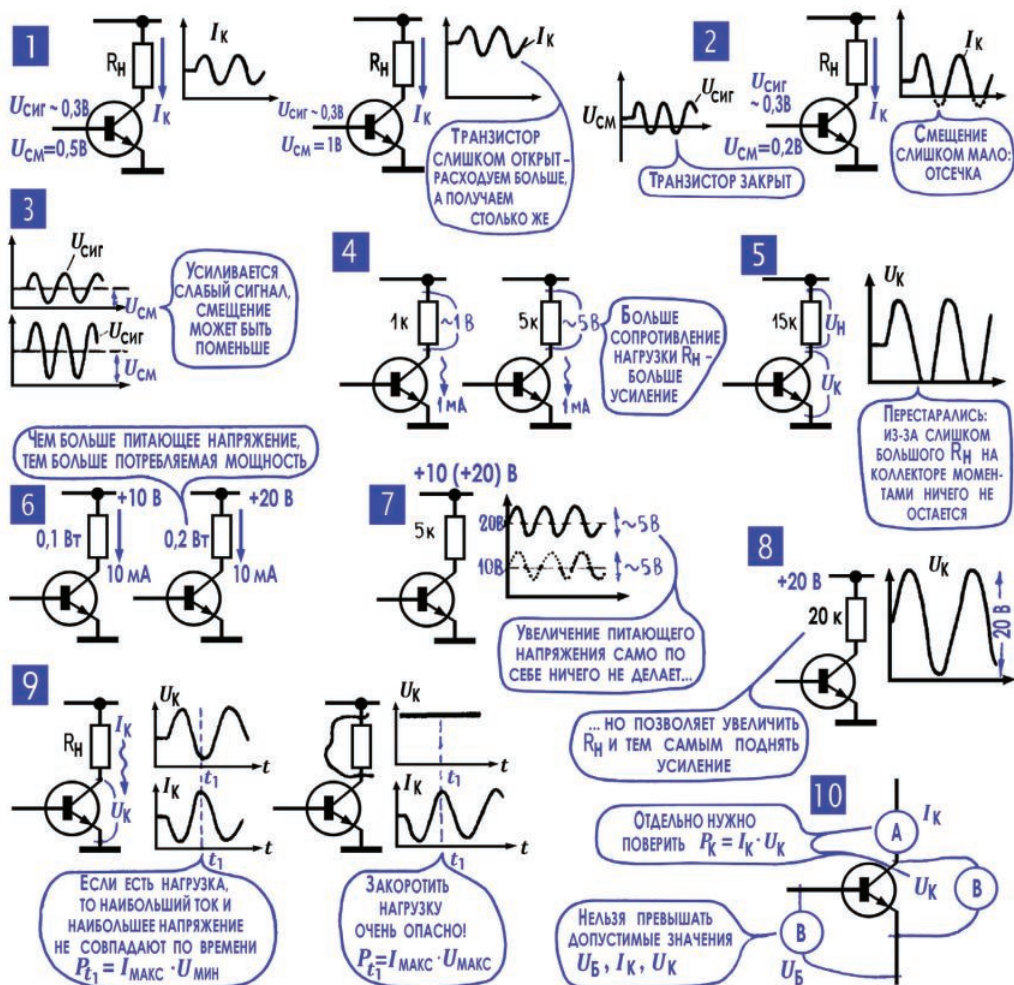
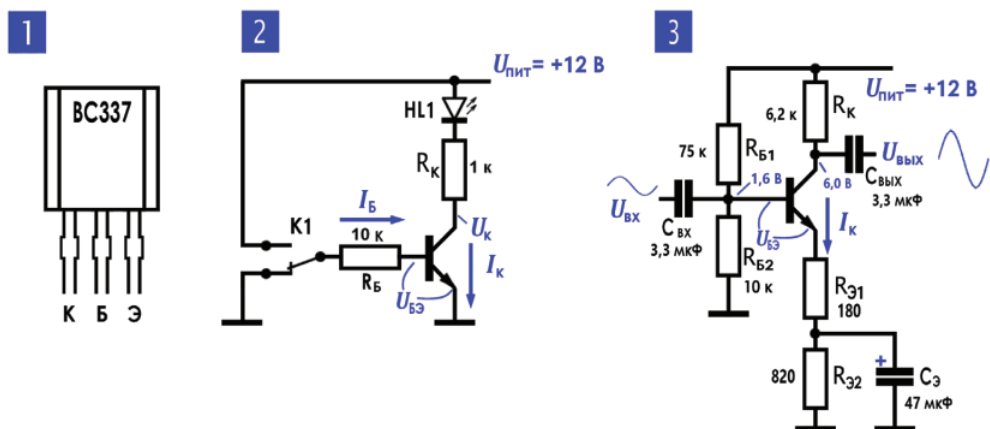

Рис. 10.12. Режимы транзистора в схеме усиления сигналов
Рис. 10.13. Усилительные свойства транзистора
**Соображение № 1.** Чем больше напряжение смещения на базе  $U_{см}$ , тем больше коллекторный ток, а значит, и мощность, потребляемая транзистором. Для экономного расходования коллекторной батареи смещение на базу следует делать поменьше (рис. 10.12; 1).
**Соображение № 2.** Слишком малое смещение может привести к искажениям: в какие-то моменты «минус» входного сигнала переключает «плюс» смещения, транзистор окажется запертым, произойдет отсечка коллекторного тока (рис. 10.12; 2).
**Соображение № 3.** Смещение на базу устанавливают с учетом уровня входного сигнала ( $U_{сиг}$ ): чем меньше этот сигнал, тем меньше можно открывать транзистор, экономя при этом энергию батареи (рис. 10.12; 3).
**Соображение № 4.** С увеличением сопротивления нагрузки растет переменное напряжение на ней, а значит, и мощность усиленного сигнала на выходе усилителя (рис. 10.12; 4).
**Соображение № 5.** Но при слишком большом сопротивлении нагрузки напряжение на ней окажется настолько большим, что в какие-то моменты на коллекторе вообще ничего не останется (насыщение транзистора). И опять-таки возникнут искажения сигнала (рис. 10.12; 5).
**Соображение № 6.** Увеличивая напряжение питания, мы, по сути дела, увеличиваем мощность, потребляемую от батареи, а также мощность, которая расходуется на нагрев транзистора (рис. 10.12; 6).
**Соображение № 7.** Само по себе увеличение питающего напряжения ничего не дает: переменная составляющая коллекторного тока и переменное напряжение на нагрузке какими были, такими и останутся (рис. 10.12; 7).
**Соображение № 8.** Но в то же время если поднять напряжение питания, то появится возможность увеличить сопротивление нагрузки и получить большее напряжение на нагрузке, не опасаясь отсечки или насыщения11 (рис. 10.12; 8; соображение № 5).
**Соображение № 9.** Уменьшение сопротивления нагрузки  $R_n$  и тем более ее короткое замыкание могут представлять большую опасность для транзистора, прежде всего для мощного. Вспомните: мощность, которая рассеивается на транзисторе и нагревает его, – это произведение коллекторного тока на коллекторное напряжение. При включенной нагрузке максимальному коллекторному току соответствует минимальное напряжение на коллекторе, и получаемая транзистором мощность сравнительно невелика. А вот если сопротивление нагрузки равно нулю, то напряжение на коллекторе всегда равно напряжению питания. И в момент максимального коллекторного тока в транзисторе может выделяться настолько большая мощность, что он ее просто не выдержит (рис. 10.12; 9).
Разводка выводов эмиттера, базы и коллектора для обычных маломощных транзисторов в пластиковом корпусе с гибкими выводами (в том числе и упомянутого BC337) показана на рис. 10.13; 1. Однако стандартов на этот счет не существует, потому будьте осторожны: если у вас незнакомый тип транзистора, то обязательно проверьте его разводку выводов по фирменному описанию.
Для начала соберем простую ключевую схему (рис. 10.13; 2). Она аналогична простейшей схеме с заземленным эмиттером (см., например, рис. 10.12), за исключением того, что здесь установлен базовый резистор  $R_b$ , который ограничивает ток через переход база–эмиттер. Этот переход представляет собой фактически обычный диод, и напряжение на нем не может превышать 0,6–0,7 В (см. «Примечание редактора» к разделу 4 этой главы). Если принудительно подать более высокое напряжение, например замкнув базу накоротко на шину питания, переход просто сгорит, и транзистор выйдет из строя. Резистор  $R_b$  и призван ограничить ток базы до безопасных величин (не более, чем примерно 1 мА) при любом подключении.
При замыкании переключателя К1 с общим проводом (как показано на рис. 10.13; 2) через базовый резистор  $R_b$  ток не течет, транзистор заперт – через цепь коллектор–эмиттер ток не проходит, светодиод не горит. Если при этом измерить напряжение на коллекторе  $U_k$ , то оно окажется равным напряжению питания  $U_{пит}$ .
Как рассказано в этой главе ранее, для обеспечения режима усиления надо обеспечить подачу нужного смещения на базу транзистора. Можно попробовать сделать так, как предлагается на рис. 10.12, например подключить базу через делитель напряжения и тонко регулировать напряжение на ней, пока не добьемся  $U_{\kappa}$ , примерно равного половине напряжения питания. Но на самом деле так мы не получим ничего хорошего: установка другого экземпляра транзистора с другим коэффициентом усиления заставит нас все регулировать заново (коэффициент  $\beta$  от экземпляра к экземпляру может меняться в разы, см. см. табл. 10.1). И даже такая индивидуальная настройка не поможет: стоит измениться температуре, как установленное значение  $U_{\kappa}$  опять «уплывет» (см. также «Примечание редактора» к разделу 4 этой главы).
Поэтому мы не будем рассматривать промежуточные попытки добиться уверенной работы от транзисторных усилительных схем, а сразу перейдем к практическому воплощению стабильной схемы усилительного каскада, показанной на рис. 10.11; 2, несколько усложнив ее в сравнении с оригиналом. Результирующая конструкция показана на рис. 10.13; 3. Достоинство этой схемы заключается в том, что ее характеристики не зависят от выбора транзистора, лишь бы его собственный коэффициент усиления не был меньше примерно 70–80 (а этому условию удовлетворяют все современные маломощные транзисторы). Не слишком чувствительна схема и к изменению напряжения питания, хотя для обеспечения максимальной амплитуды сигнала на выходе подстройка под выбранное напряжение все-таки необходима.
Расчет схемы (рис. 10.13; 3) начнем с того факта, что усилительный каскад на маломощном кремниевом биполярном транзисторе наилучшим образом работает, если коллекторный ток покоя равен 1 мА. Необязательно соблюдать эту величину совершенно точно, но и сильно отклоняться от нее в обычных случаях не рекомендуется. Коллекторный ток для схемы с резистором в эмиттерной цепи задается напряжением на базе, которое оказывается на величину  $U_{\text{бэ}} = 0,6$  В больше, чем напряжение на эмиттерном резисторе. Этот резистор в данном случае складывается из двух резисторов  $R_{\text{э1}} + R_{\text{э2}}$ , то есть равен 1 кОм. Таким образом, чтобы ток был равен 1 мА, напряжение на эмиттере должно быть равно 1 В, а на базе, соответственно, 1,6 В. Обеспечивает такое напряжение при питании 12 В делитель  $R_{\text{б1}}$  (75 кОм) и  $R_{\text{б2}}$  (10 кОм). Надо учитывать, что такой расчет приближителен –